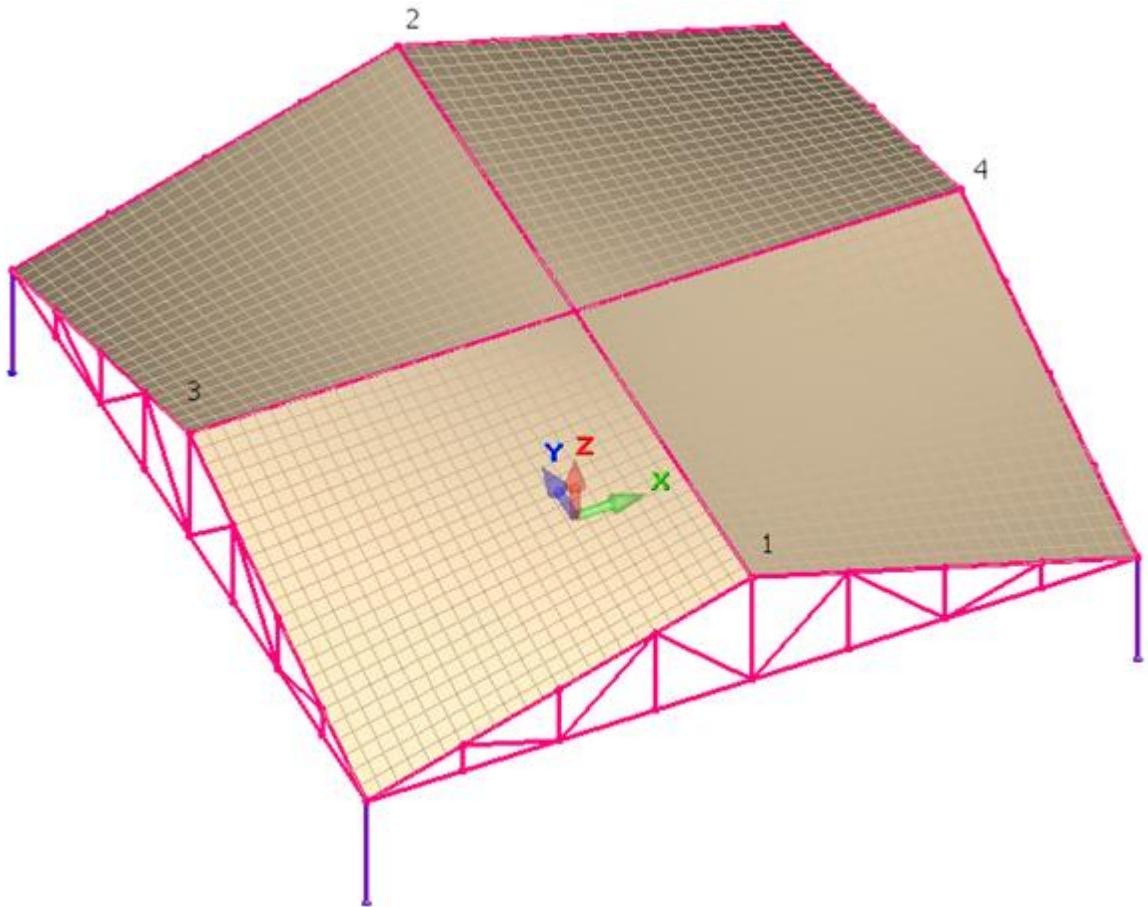

Рис.3.7 Расположение балок в модели. 1 и 2 – точки начала и конца первой балки, 3 и 4 – второй.
- Произведите построение 2-х балок, последовательно указывая левой кнопкой мышки начало и конец для каждой из балок. Точки 1 и 2 – начало и конец первой балки, точки 3 и 4 – соответственно второй (рис.3.7)